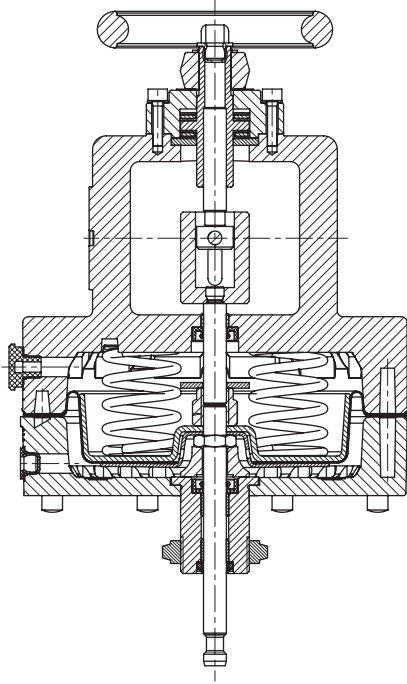

Fig. 12 : Type 3271-5, position de sécurité, tige de servomoteur sort (TS) avec commande manuelle supplémentaire
- **Type 3271-5 · Surface de servomoteur 120 cm²**, corps en fonte d'aluminium (Fig. 4), option commande manuelle supplémentaire (Fig. 12)